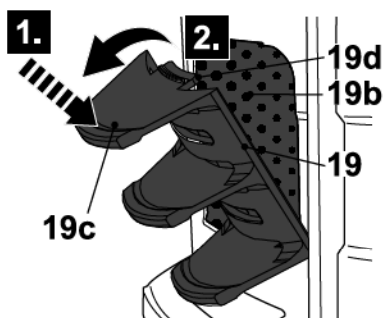

Fig. 21
- > Presione el soporte de la manguera de aire (19c) para desenganchar el pasador (19d) y retire la cubierta del filtro de aire (19) (Fig. 21).